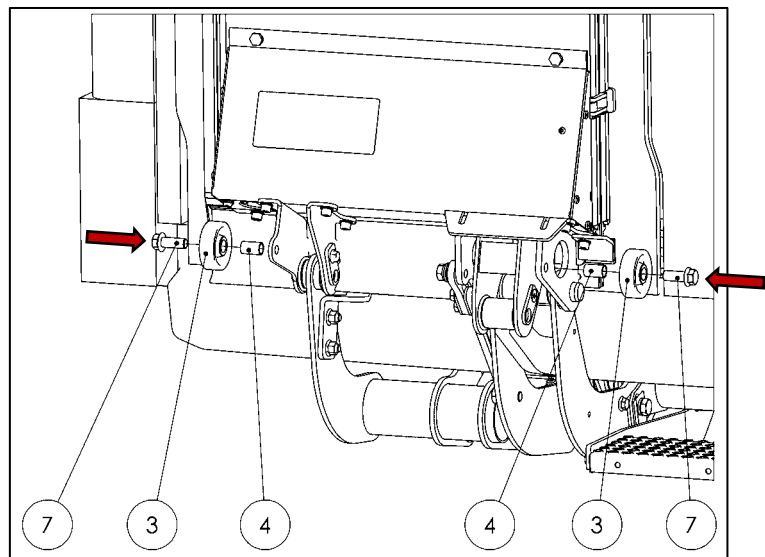

Abbildung 72
- Rippschraube Pos.-Nr. 7, Buchse Pos.-Nr. 4, Bodenrolle Pos.-Nr. 3 aus dem Beipack entnehmen (siehe Abbildung 72).